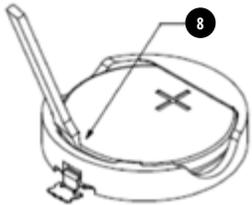

Fig. 8
O LCD mostrará "REPLACE BATTERY!" quando for hora de substituir a pilha. Não é necessário substituir uma pilha com uma leitura de 25% ou superior. Remova a tampa do parafuso (6) da Fig. 1 girando no sentido dos ponteiros. Uma chave de fenda pode ser necessária para soltar a tampa. Suavemente retire a pilha velha com uma faca pequena ou chave de fenda pequena como mostra em (8) da Fig. 8, com cuidado para não danificar o suporte da pilha. Substitua com uma pilha nova tipo moeda de lítio CR2032 e substitua a tampa do parafuso. Aperte a tampa no sentido dos ponteiros até que o anel de vedação esteja ligeiramente comprimido..